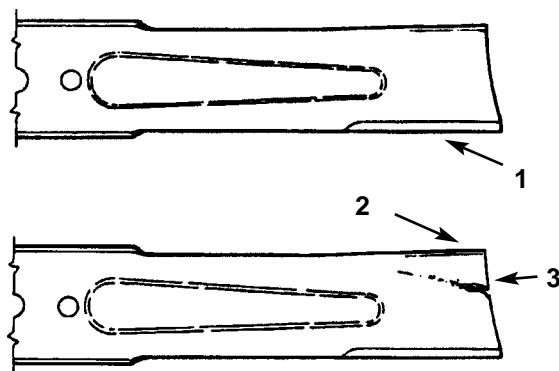

Fig. 35
- Verificate il tagliente (Fig. 35). Se è smussato o scheggiato, togliete la lama e riaffilatela; vedi *Affilatura della lama*.
- Verificate ogni lama, particolarmente la sezione curva (Fig. 35). Se notate danni, usura o schegge (Fig. 35), montate immediatamente una nuova lama.